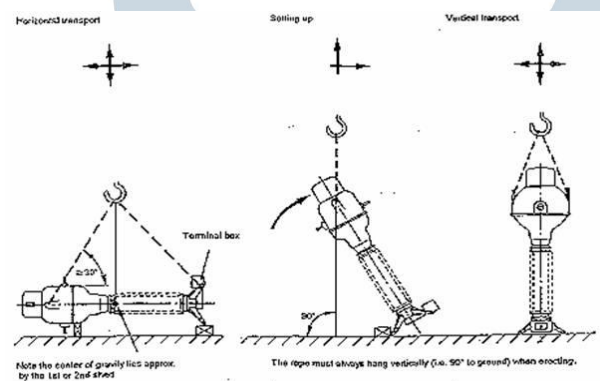

FIGURA 2 ( Procedimiento de Izaje de CT )
- No izar CTs tomándolos de sus terminales primarios. Ver Figura 2.